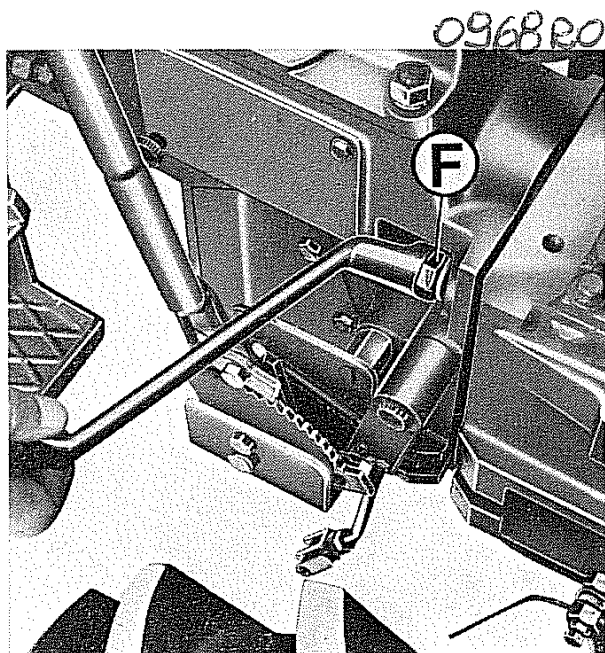
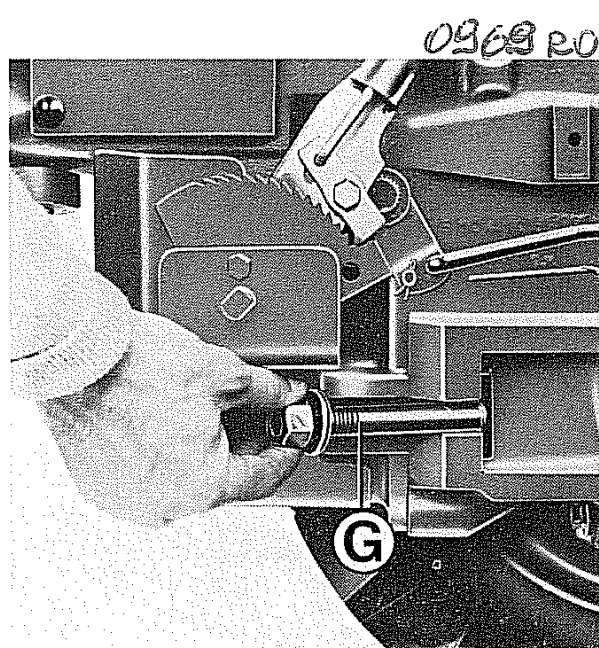

Fig. 49
Fig. 50
- Accostare il retrotreno al motocoltivatore e fissarli nella parte superiore tramite i due prigionieri **F** (Fig. 49) del gancio di traino e nella parte inferiore, tramite i due appositi tiranti **G** (fig. 50) in dotazione al retrotreno.